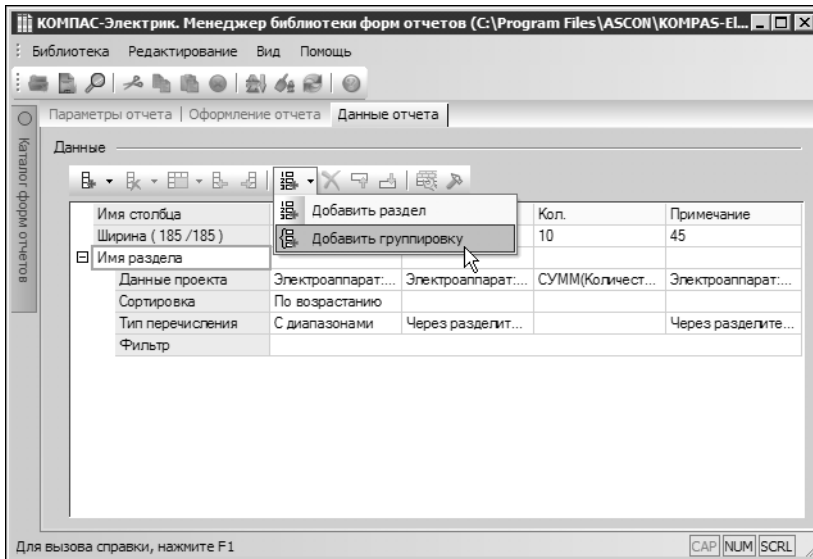

Рис. 14.25. Пример добавления группировки
2. Укажите строку **Имя раздела**, затем вызовите команду **Добавить группировку** (рис. 14.25).